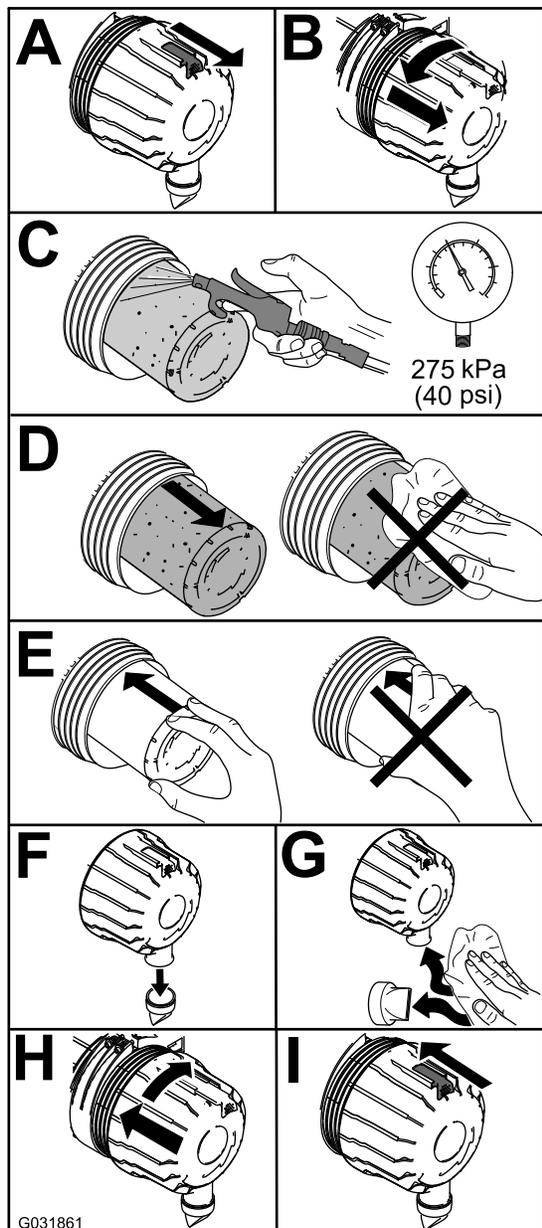

Bild 48
1. Tauschen Sie den Hauptluftfiltereinsatz aus (Bild 48).